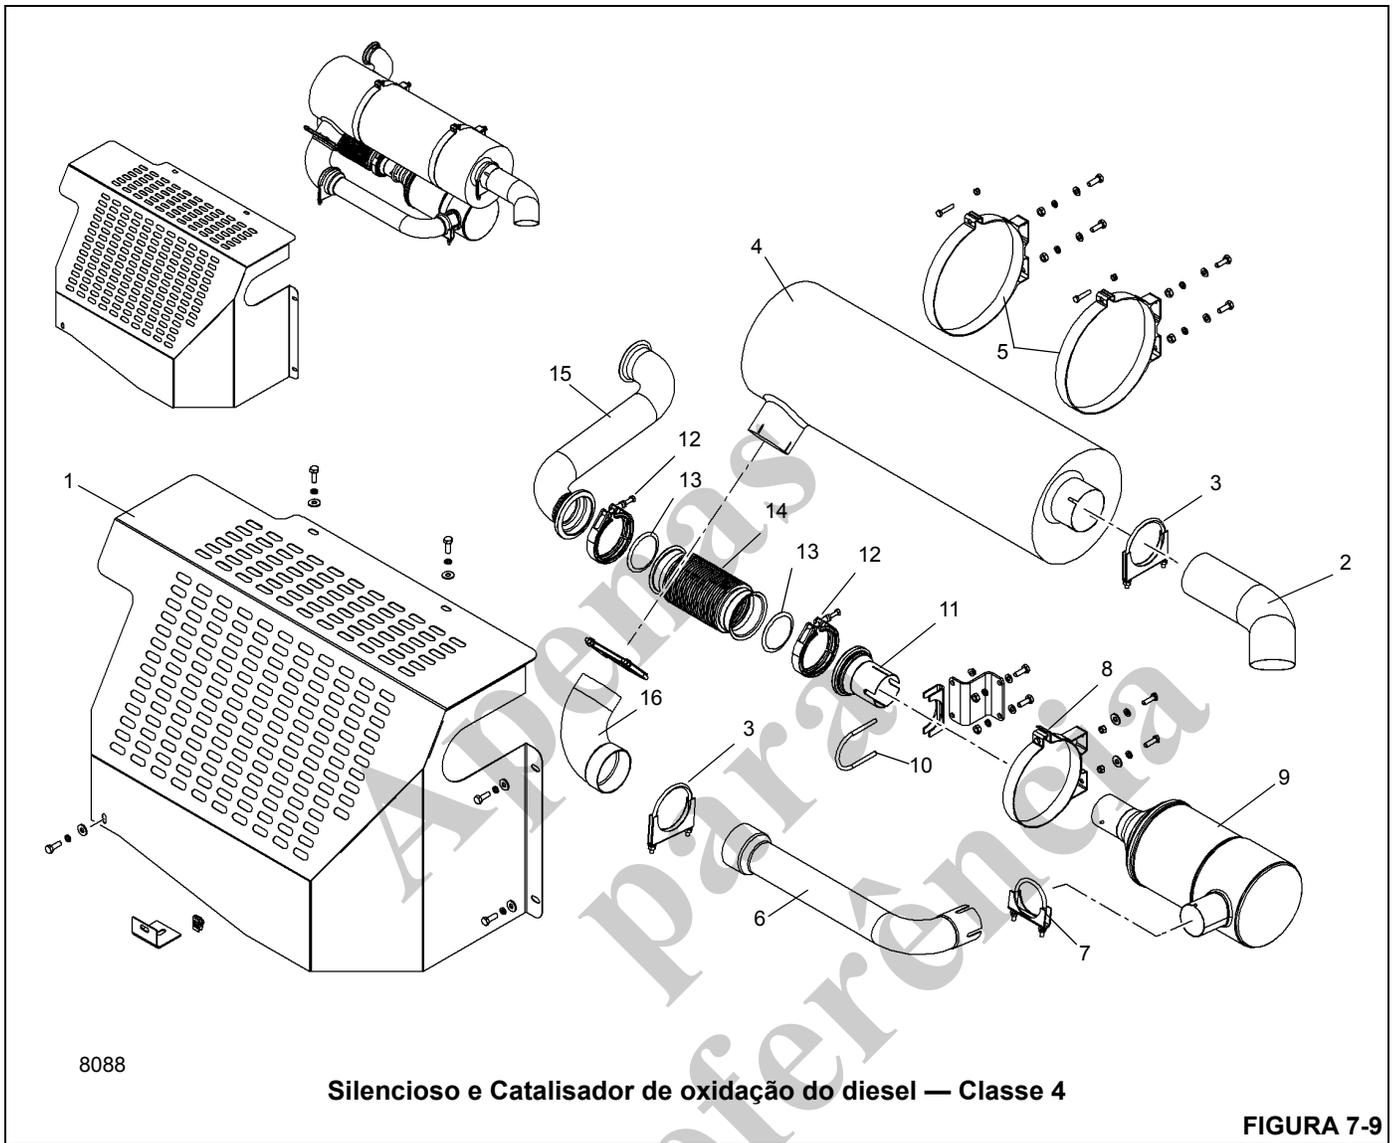

FIGURA 7-9
1. Remova a proteção de lâmina de metal para obter acesso ao silencioso e ao catalisador de oxidação do diesel (Figura 7-9).